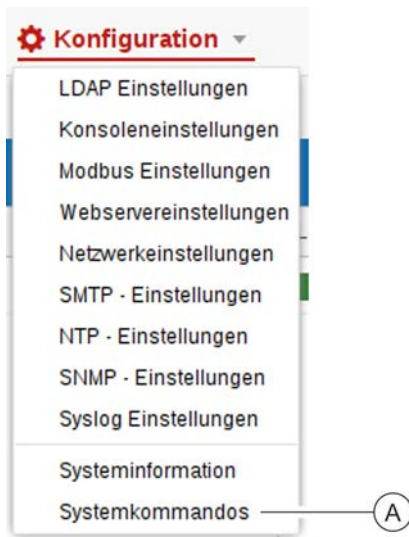

Abb. 261: Systemkommandos aufrufen
1. ➔ Über „Konfiguration ➔ Systemkommandos“ das Fenster "Systemkommandos" aufrufen (Abb. 261/Ⓐ).